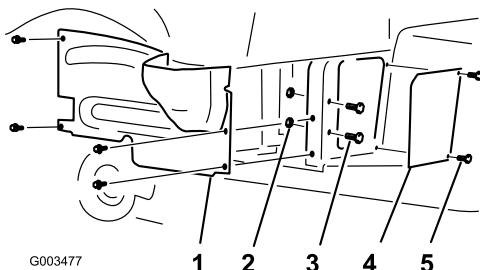

Figura 1
- Rimuovere le 4 viti a testa flangiata che bloccano la copertura della ruota destra al telaio (Figura 1). Rimuovere e mettere da parte la copertura.
- Rimuovere le 2 viti e i 2 bulloni che bloccano il pannello di protezione al telaio (Figura 1). Rimuovere e mettere da parte il pannello di protezione.